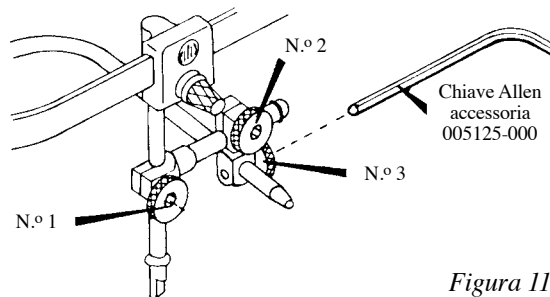

Figura 11
10. Poichè l'Arco-Spring può essere compromesso da un'inadeguata stretta delle Viti, Whip Mix offre un accessorio, chiave Allen N.° 005125-000, per conservare la loro integrità. Durante l'operazione di misurazione sul paziente o immediatamente dopo la rimozione dell'Arco dal paziente stesso, le Viti possono essere ulteriormente strette con l'apposita chiave. Stringere la testa ad incastro delle Viti in quest'ordine: N.° 1, N.° 2 e N.° 3, come illustrato in Figura 11.